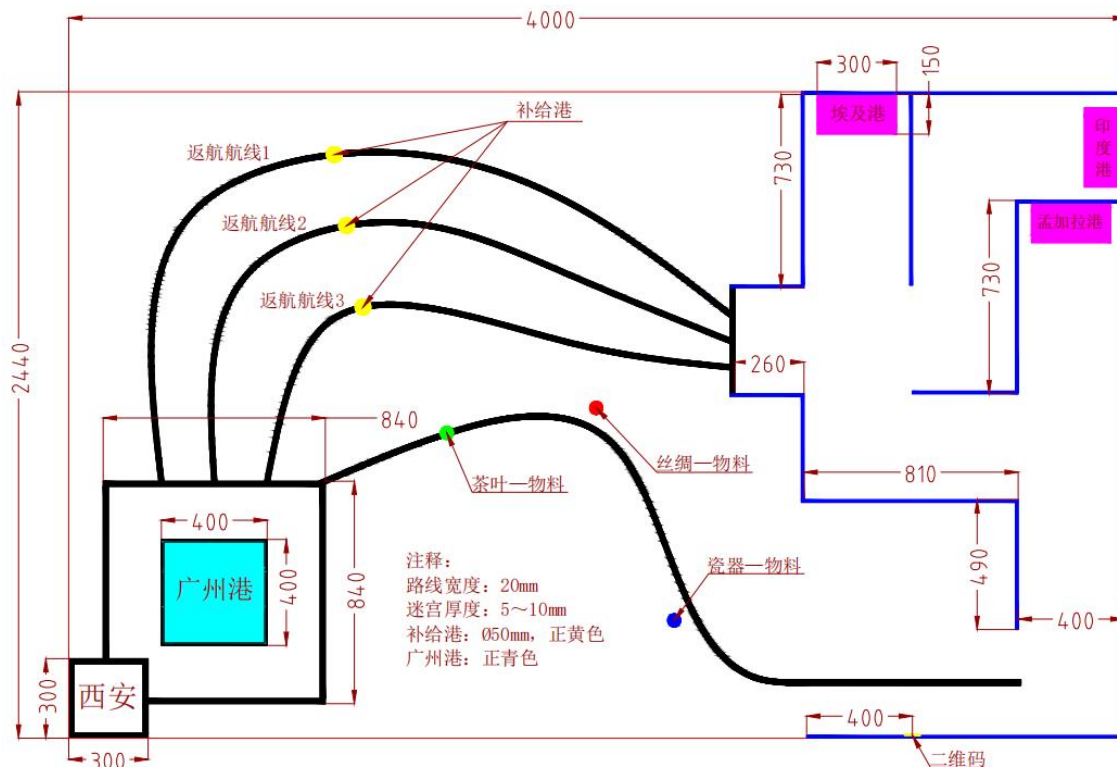

图 4-2
场地组成：场地由①“西安”（启动区） ②“广州港”（待行区） ③“近海航线”（拾取线）④“中转站”（二维码扫描位）、⑤“远洋航线”（迷宫区）、⑥“目的地港口”（物料放置台 1、2、3）、⑦“返航航线”、⑧“补给港”（返航标志点）组成（如图 4-2）。